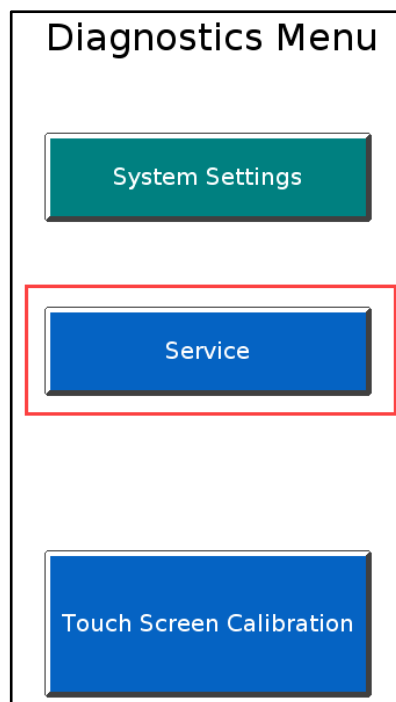

Figure 6: à partir du menu Options, sélectionnez l'option **Service (Maintenance)**
4. Sélectionnez la touche **Service** (Maintenance). (Figure 6)